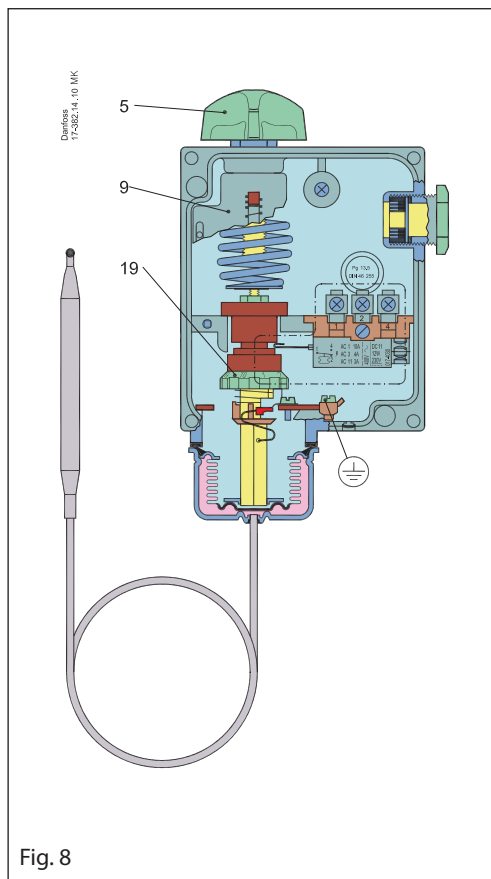

Fig. 8
2. Indstil termostat på 70 °C med håndknappen 5 (fig. 8).